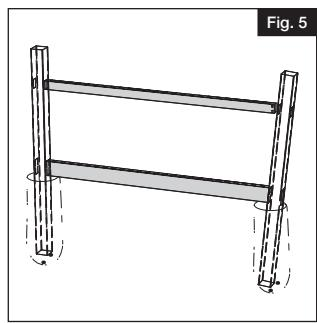

Fig. 5
- Inserte los travesaños superior e inferior en los orificios ranurados superior e inferior para poste en los dos postes (Fig. 5).